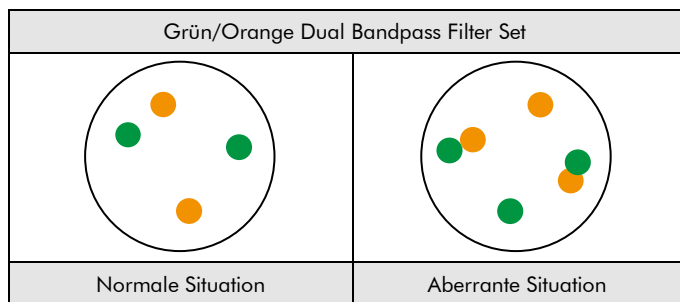

Abb. 2: Zu erwartende Ergebnisse in normalen und aberranten Zellkernen
**Normale Situation:** In Interphasen von normalen Zellen oder Zellen ohne eine Translokation der entsprechenden Genregion erscheinen zwei einzelne grüne und orange Signale (siehe Abb. 2).
**Aberrante Situation:** Eine Genfusion wird durch ein separates oranges Signal, ein separates grünes Signal sowie durch zwei orange/grüne Fusionssignale gekennzeichnet (siehe Abb. 2).